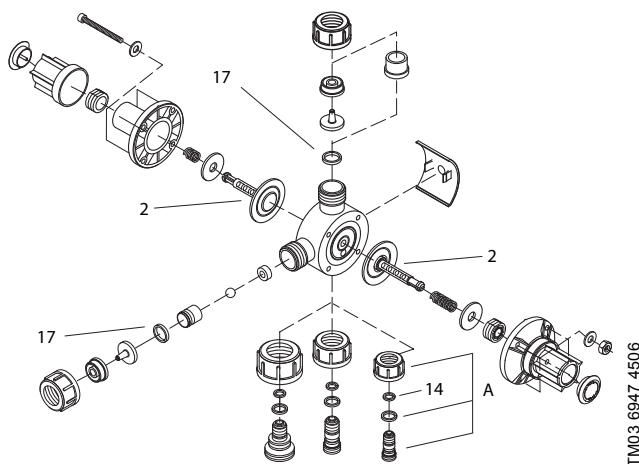

Fig. 43 Válvula multifunções, vista expandida
3. Desaperte a união roscada inferior (fig. 43, pos. A) na cabeça doseadora. Permita que a solução de dióxido de cloro escorra para dentro do balde. O bocal de ligação com a anilha de união fica solto.